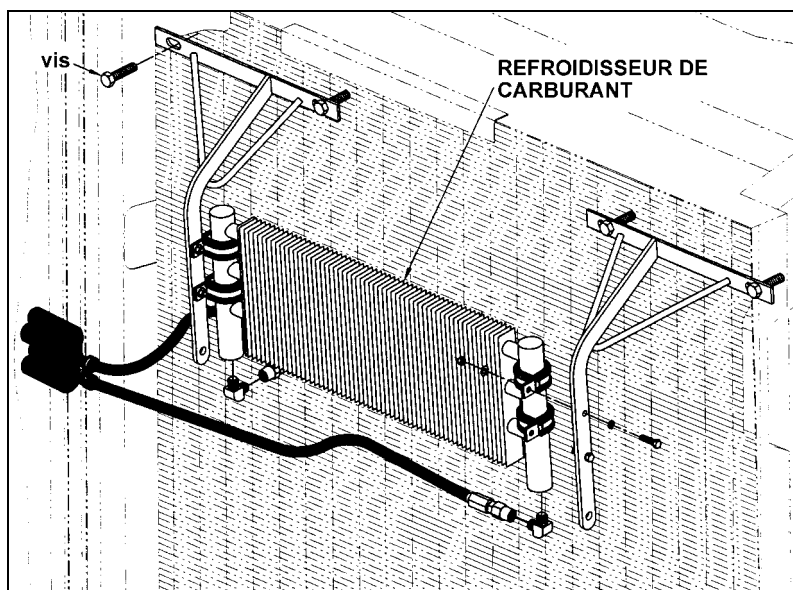

FIGURE 2: REFROIDISSEUR DE CARBURANT
2. Enlever les vis, les rivets et les boulons qui fixent le déflecteur flexible d'admission d'air. Dégager le déflecteur flexible et mettre de côté le refroidisseur de carburant (voir fig. 2).